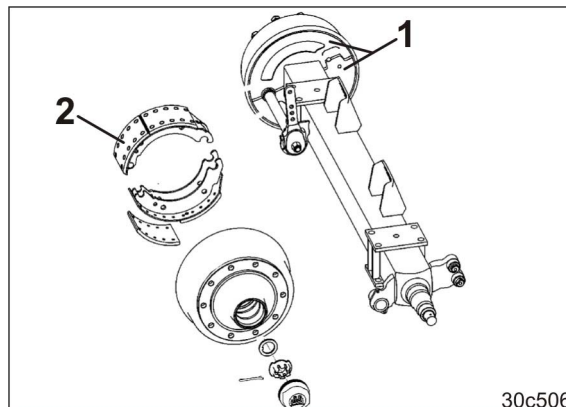

Рис. 224
1. Выверните болты и снимите оба защитных кожуха (Рис. 224/1) с внутренней стороны тормозного барабана.
Грязь может скапливаться на тормозных накладках (Рис. 224/2) и значительно снижать эффективность торможения.